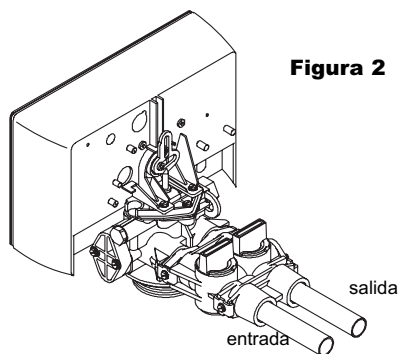

Figura 2
- Conecte el abastecimiento de agua cruda a la conexión del tubo de entrada del conector. Cuando se mire a la parte frontal del sistema, la entrada es la conexión del lado derecho de la válvula (ver figura 2). La flecha moldeada en la válvula indica la dirección del flujo.
- Conecte la tubería de agua tratada a la salida de la conexión del tubo en el conector. Cuando se mire a la parte frontal del sistema la salida es la conexión en el lado izquierdo de la válvula (ver figura 2) La flecha moldeada en la válvula indica la dirección de flujo.